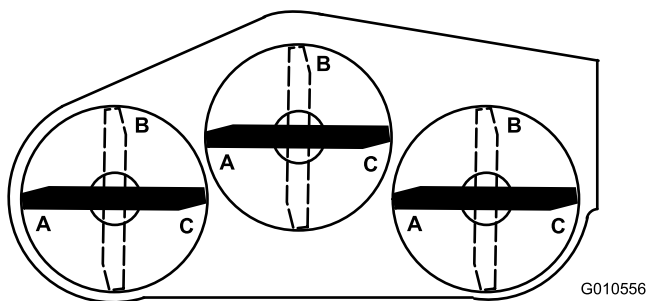
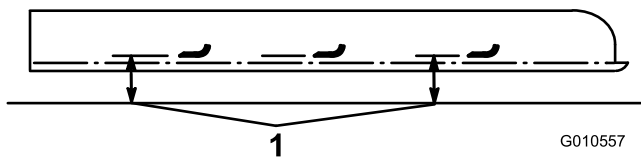

Figura 27
Figura 28
- Coloque las 3 cuchillas en la posición "A" (Figura 27) y mida desde la superficie nivelada a la parte inferior de la punta de cada cuchilla (Figura 28) y anote la medida.
7. Gire las cuchillas a la posición "B" (Figura 27), mida la distancia entre todas las cuchillas y la superficie plana, y anote las dimensiones (Figura 28).
8. Gire las cuchillas a la posición "C", mida, y anote la distancia (Figura 27 y Figura 28).